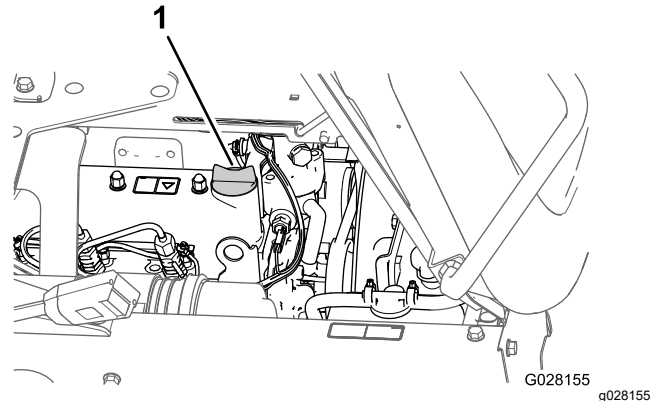

图 76
5. 从发动机气门室盖的加油颈上取出加油颈盖慢慢从加油颈注入规定油量的大约 80% 图 76。
8. 将加油颈盖重新装入加油颈 图 76。